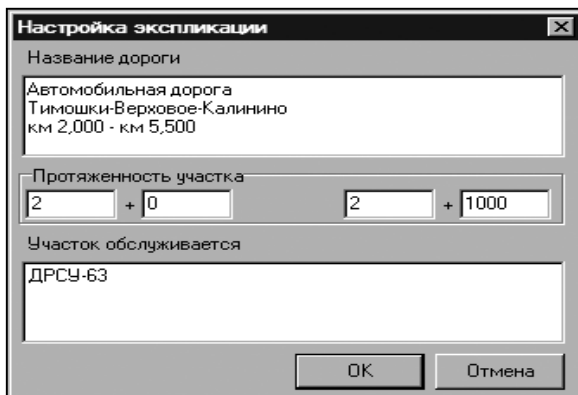

Рис. 19
- II. Выберите ведомость искусственного освещения из меню **Ведомости**. В диалоговом окне **Настройка экспликации** (рис. 19) задайте необходимые данные, которые будут использоваться в формировании ведомости.